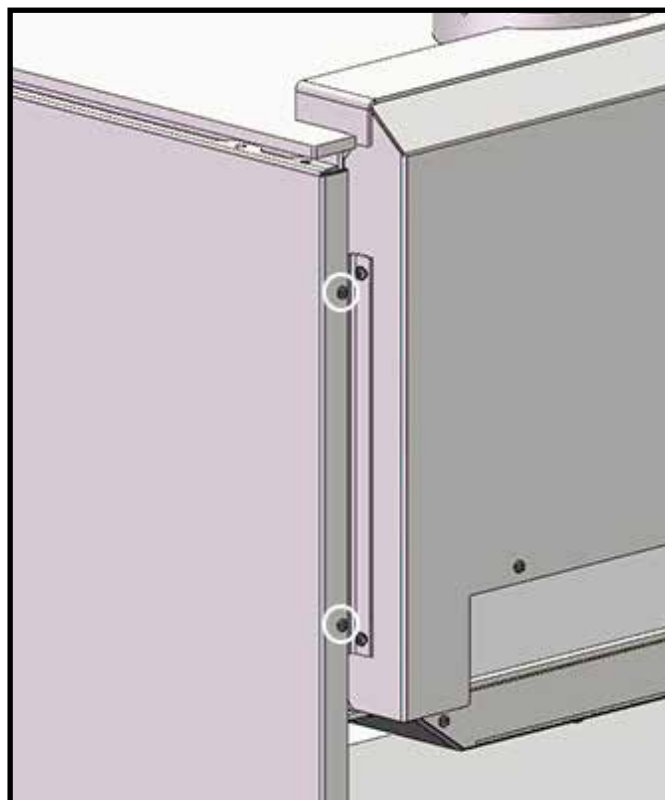

Figure 13: Emplacement des vis arrière des panneaux latéraux du Neoview 1.6 LE
2. En utilisant les vis et rondelles plate fournies, fixez l'arrière des panneaux latéraux aux brides de fixation à l'arrière du poêle. Insérez une rondelle plate en fibre sur chaque vis pour qu'elle soit entre la tête de la vis et la surface en émail des panneaux, pour protéger l'émail des fissures ou ébréchures .(Figure 13).